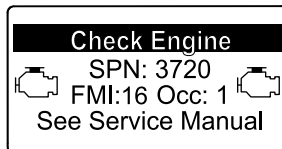

Figure 53
- Avertissement moteur SPN 3720, FMI 16 (Figure 53)